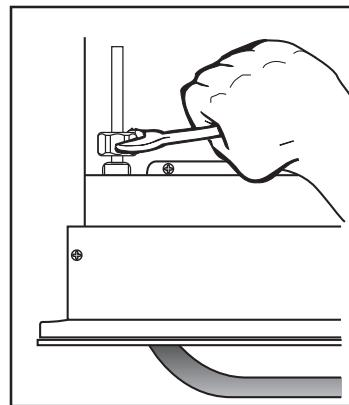

Рис. 3
2. Завершите подключение, затянув гайки ключом на 24 мм, обращая внимание на то, чтобы не подвергать механическим напряжениям газовые трубы (Рис. 3);